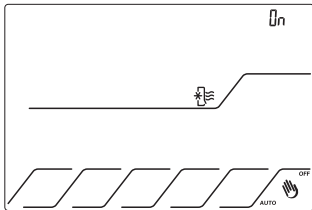

Fig.15
4.2.4 Premere il tasto OK per confermare. Sul display compaiono la scritta ON e l'icona  come da fig.15 . Se non si conferma dopo 15 secondi si torna in Stand-by.